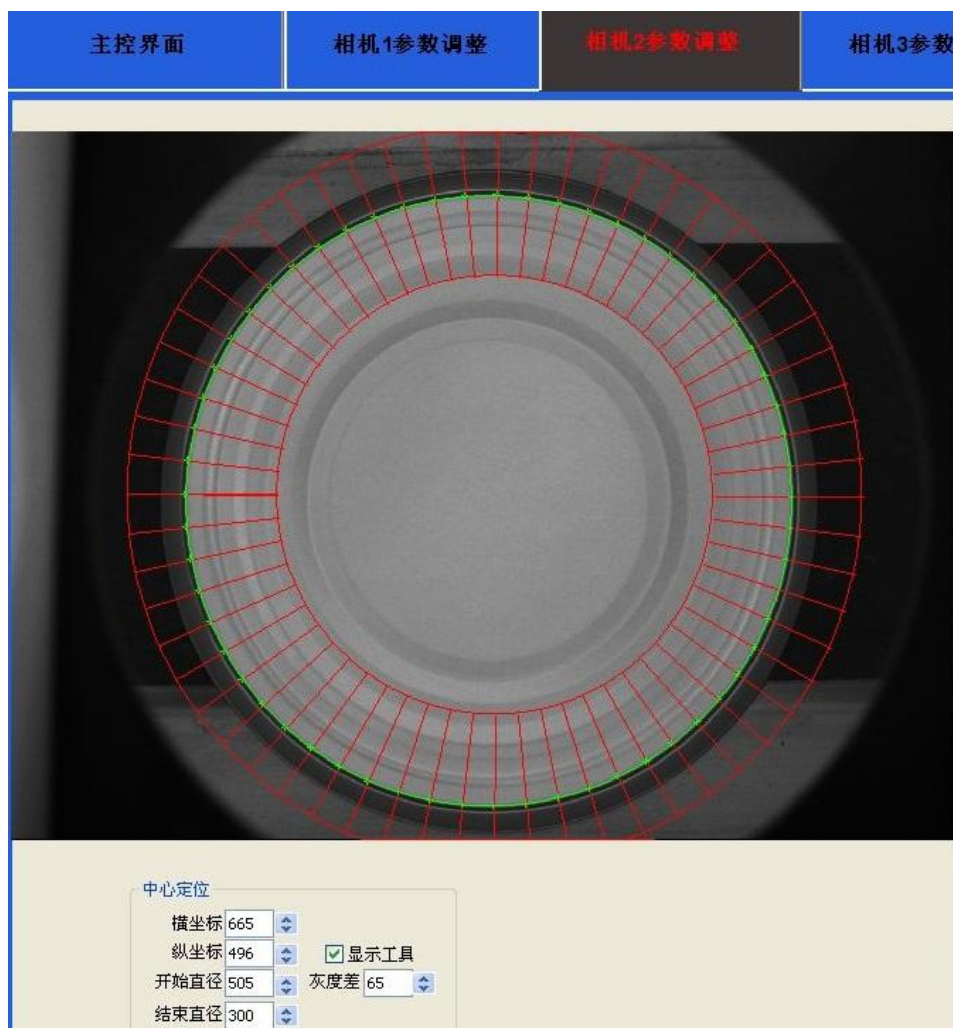

图 4.1.1a 相机 1 定位工具
首先，软件需要先定位到盖子的位置。定位原理是在检测工具画定的范围内，沿着直径方向自外向内扫描，扫描到第一个灰度突变变化点。圆周方向会扫描到多个变化点，最终将扫描到的点拟合成一个圆。坐标和直径是扫描工具的位置和区域大小的设定参数，阈值是用来判断灰度变化的边界点，当定位点不能够稳定地定位到盖子边沿时需调整此参数。如下图 4.1.1a 所示；
- (1) 点击“显示工具”前面的小方框，可以看到定位工具，如上图 4.1.1a;
- (2) 调整设置参数中的“横坐标” “纵坐标”，用鼠标按  点击向上或向下可以调整数值大小，横坐标数值加大，定位工具向右移动，纵坐标数值加大，定位工具向下移动，保证盖子外边沿在内外圈之间，如上图 4.1.1a 效果；
- (3) 调整“开始直径” “结束直径”大小可以改变红色工具定位内外圈的大小。保证盖子外边沿在内外圈之间，如上图 4.1.1a 效果；
(4) 调整“灰度差”可以使软件根据灰度变化准确定位到盖子外边沿。